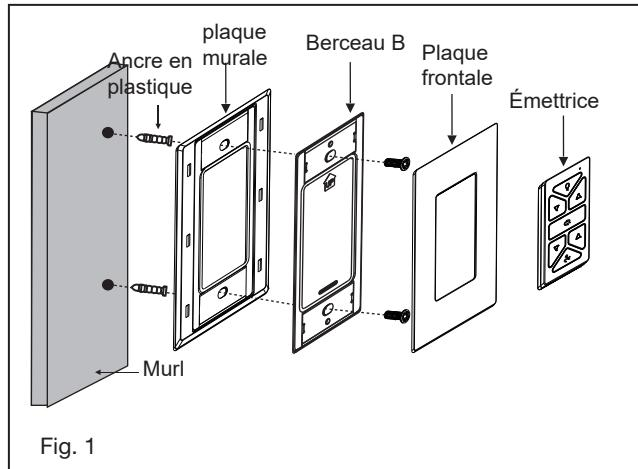

Fig. 1
- 1 Retirez l'une des trois vis du moyeu de fixation situé sur le moteur du ventilateur. (Fig. 1)
- 2 Tout en gardant l'ensemble DEL sous le ventilateur, effectuez les connexions polarisées : (Fig. 1)
- REMARQUE : Si vous ne prévoyez pas d'installer le kit d'éclairage DEL avec votre ventilateur pour le moment, ne branchez pas les fils. Insérez soigneusement les connexions dans le module DEL, puis fixez ce dernier au support à l'aide des 3 vis fournies. (Fig. 1)
- 3 Soulevez le couvercle du kit d'éclairage contre le module DEL et tournez-le dans le sens des aiguilles d'une montre jusqu'à ce qu'il soit bien en place. NE SERREZ PAS TROP. (Fig. 1)
- 1 Sélectionnez un emplacement souhaité. Utilisez la plaque murale pour marquer l'emplacement des trous de montage. Des chevilles murales en plastique ou des vis de montage sont nécessaires pour cette application. (Fig. 1)